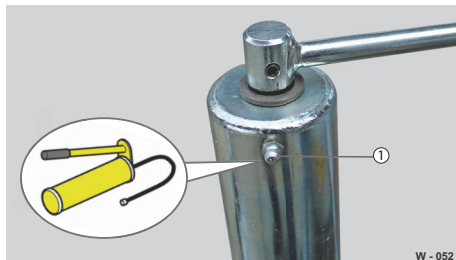

Abb. 41 Abschmieren
- ▶ Schmiernippel (Abb. 41/1) ggf. mit einer Kappe verschließen.